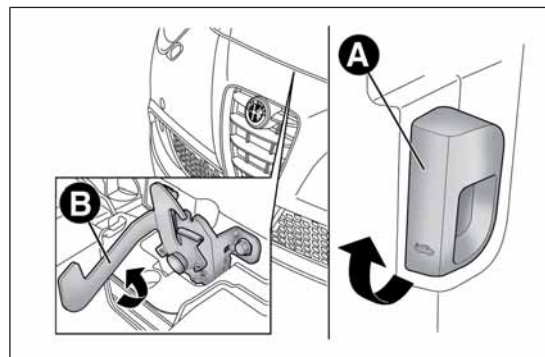

fig. 68
- tira la leva A fig. 68 nel senso indicato dalla freccia;